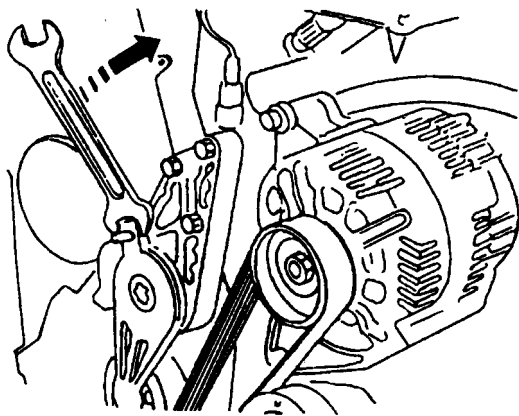

图 1-7 用专有工具扳动张紧轮
20) 使用专用工具按图 1-7 所示的方向扳动张紧轮, 使 V 带松开。